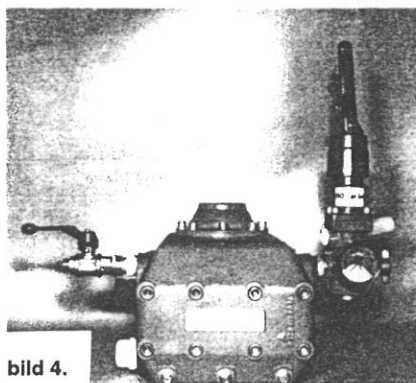

bild 4.
- Bild 4. Snabbavlastning av trycket göres genom att man ställer handtaget lodrätt.